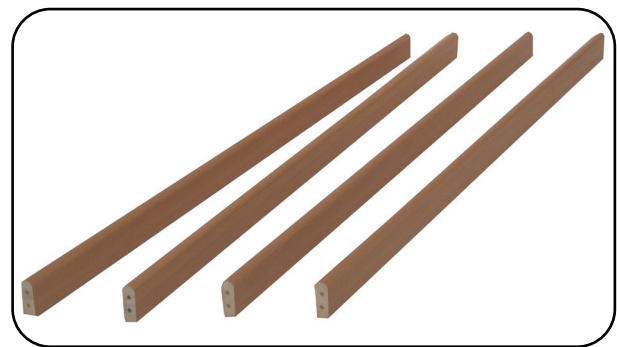

Fig. 6.6.02 – Wood side bar slats
- 4x wood side bar slats, long (Fig. 6.6.02)